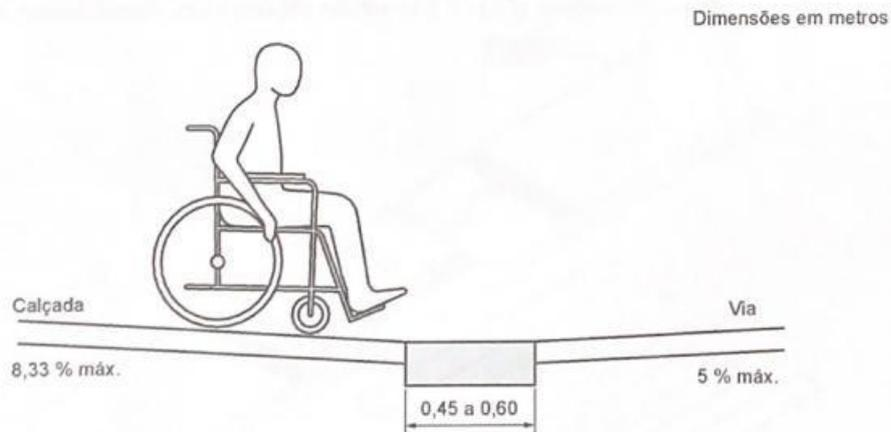

Figura 94 – Faixa de acomodação para travessia – Corte
6.12.7.3.1 Não pode haver desnível entre o término do rebaixamento da calçada e o leito carroçável. Em vias com inclinação transversal do leito carroçável superior a 5 %, deve ser implantada uma faixa de acomodação de 0,45 m a 0,60 m de largura ao longo da aresta de encontro dos dois planos inclinados em toda a largura do rebaixamento, conforme Figura 94.